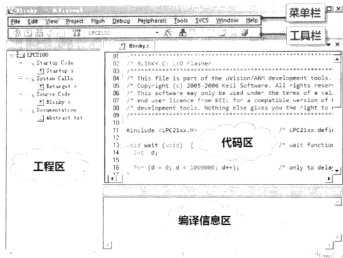

图 4.4.8 Keil MDK 主界面
⑧ 单击 Finish 后, Keil MDK 就完成安装了, 可以发现桌面上生成了名为 Keil  $\mu$ Vision4 的可执行文件快捷方式图标。双击图标打开 Keil  $\mu$ Vision4 开发环境, 会自动载入一个工程项目(按照步骤⑥选择即可), 此时可以简单地看看 Keil MDK 的用户界面, 如图 4.4.8 所示。
如图 4.4.8 所示,Keil MDK 的基本用户界面很简洁,由一些菜单栏、工具栏、状态栏等区域构成。当然 Keil MDK 的软件界面远远不止这么简单,读者可以在日后的开发生涯逐一熟悉。